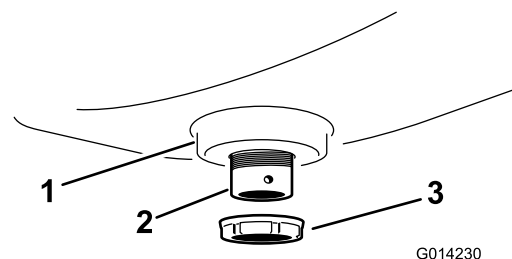

Bild 8
2. Befestigen Sie das Schott-Anschlussstück mit einer Bundmutter aus Kunststoff am Spülbehälter (**Bild 8**).